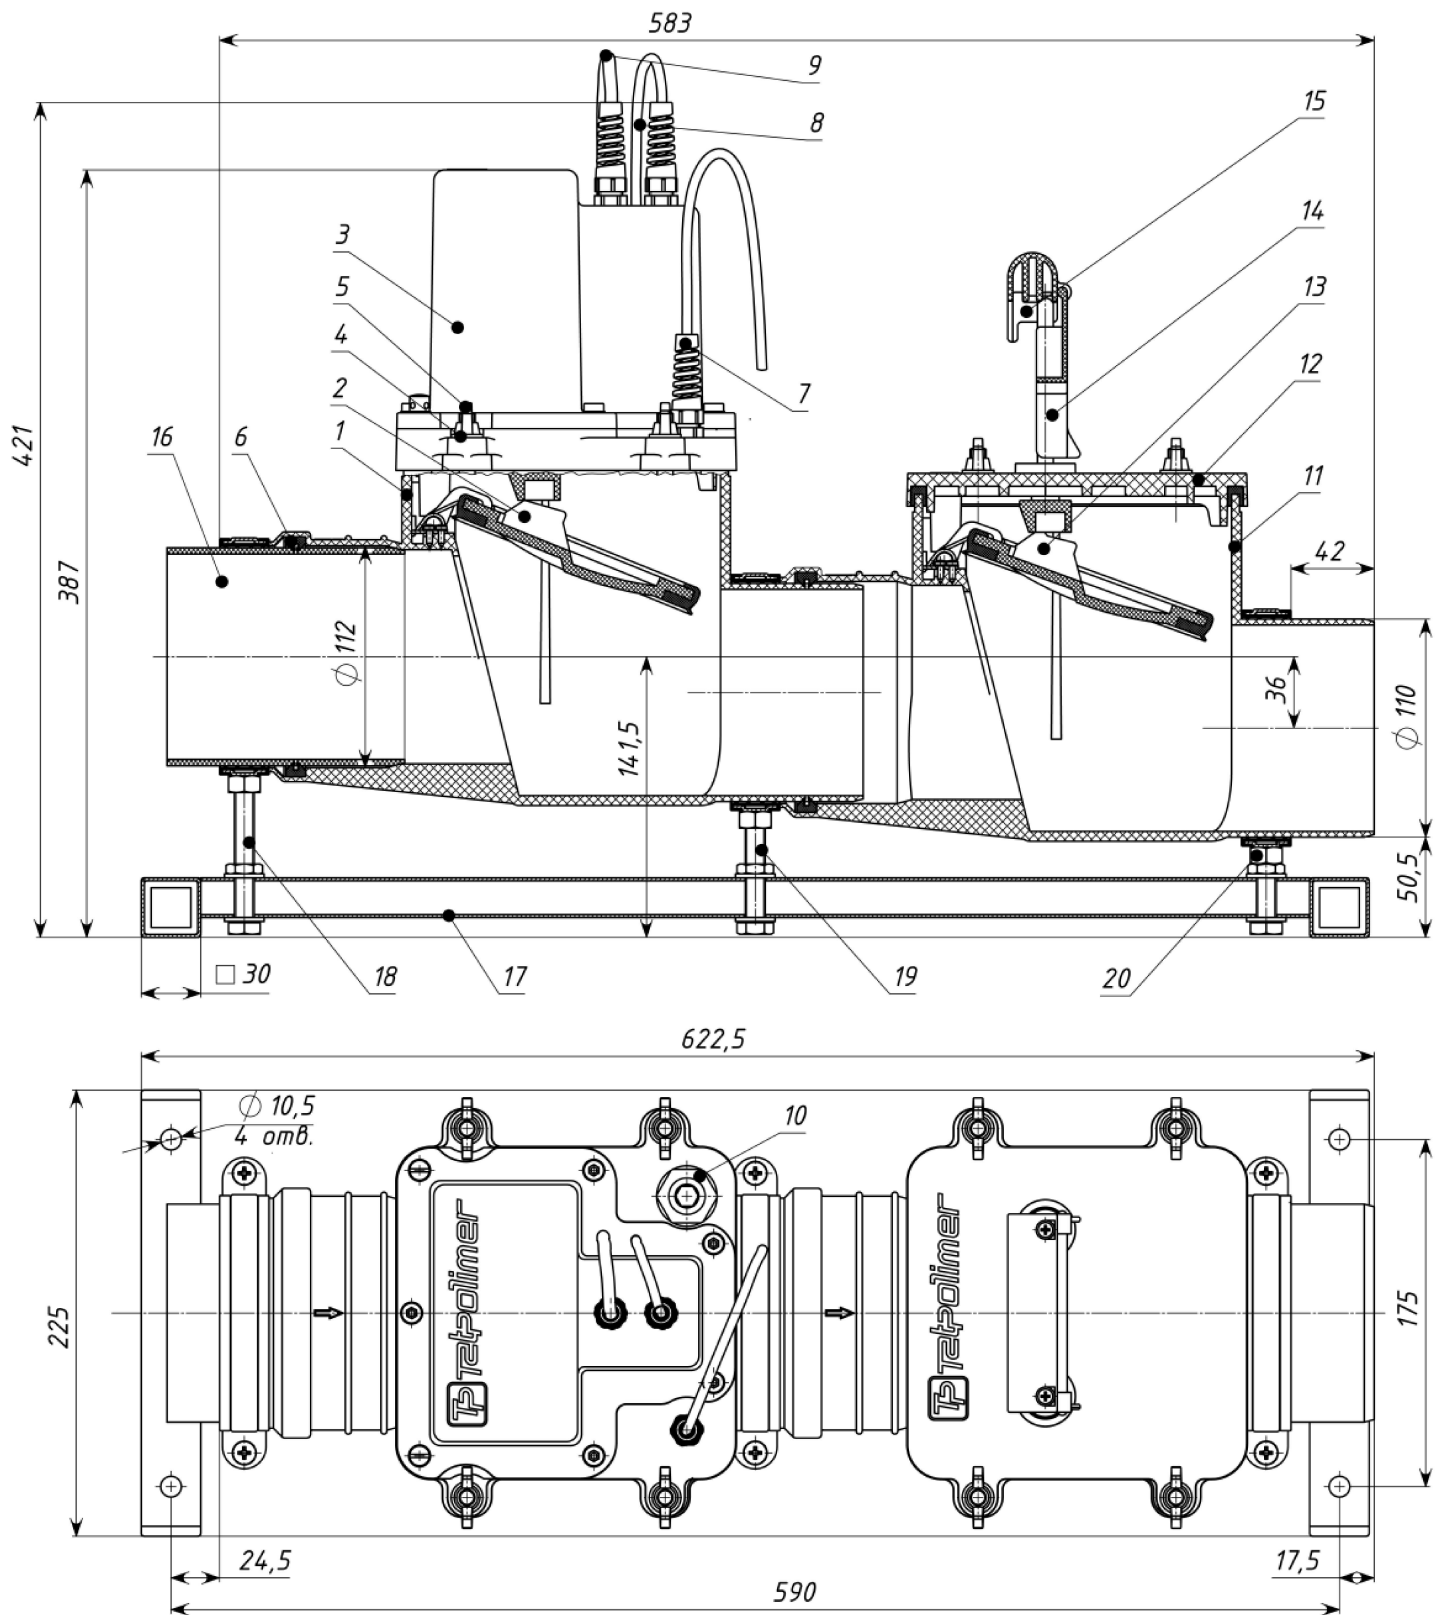
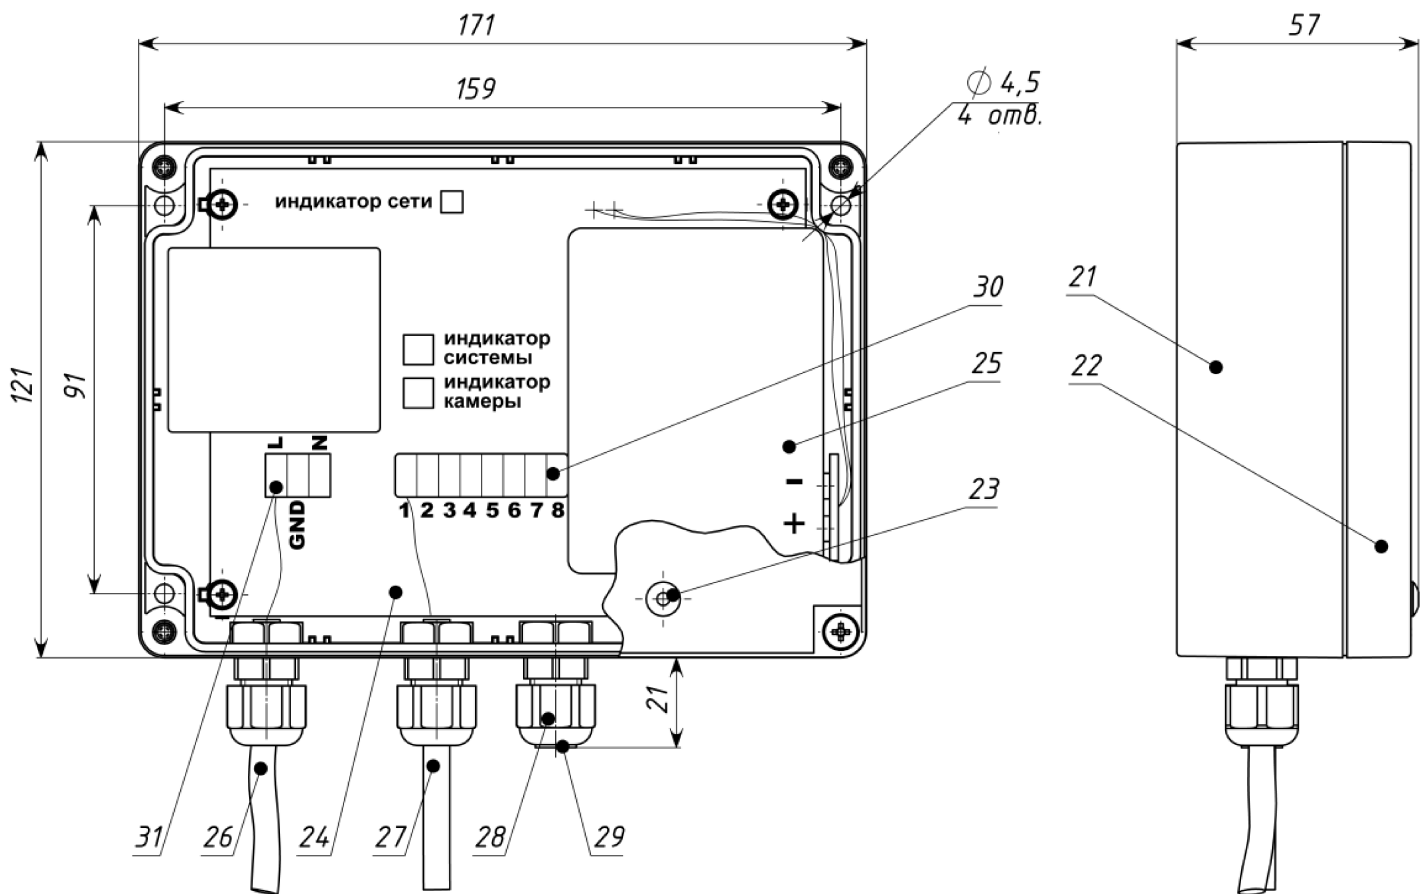
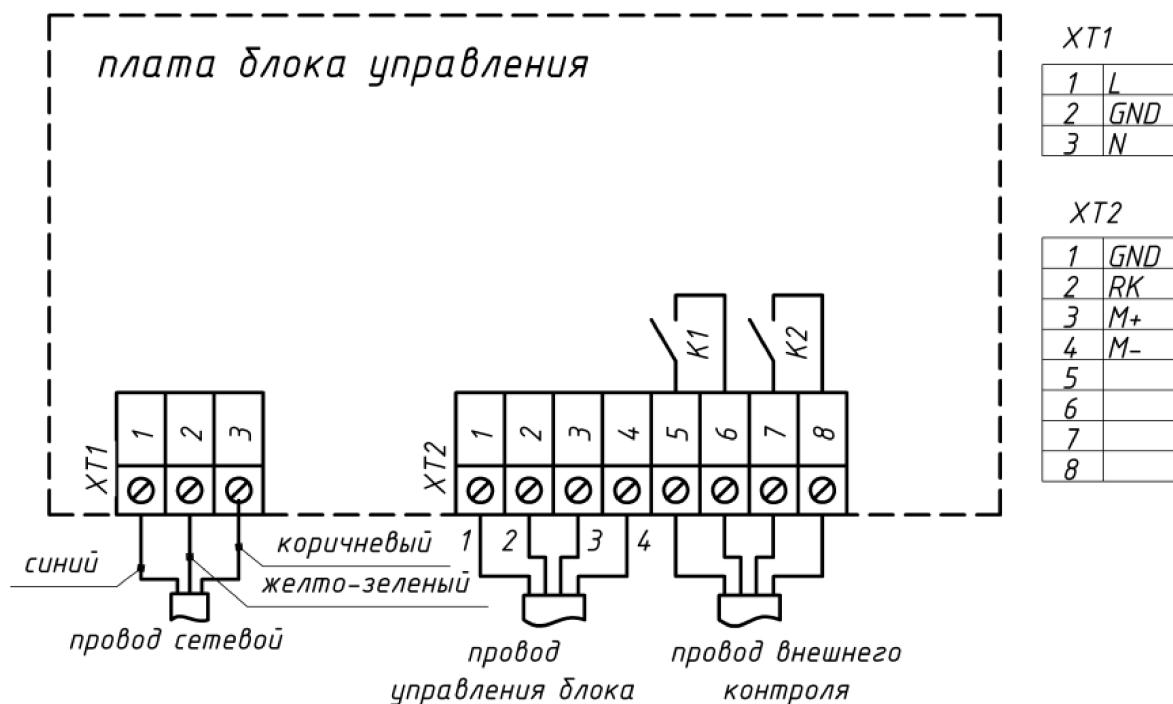

Рис. 1. Камеры на раме
Рис. 2. Блок управления
Рис. 3 Схема расположения контактов блока управления
Основные размеры приведены на рис. 1 и 2.
В состав камер затвора и рамы входят (рис. 1):
В состав блока управления входят (рис. 2):
Блок управления и камера с электроприводом электрически связаны между собой соединенными через разъем проводами 9 и 27 (рис. 1 и 2).
Система запирания затвора представляет собой две камеры, установленные последовательно и снабженные автоматическим электроприводом, а также ручным приводом с запирающими заслонками 2 и 13 (рис. 1). В **нормальном** режиме работы при отсутствии подтопления заслонки находятся в открытом положении. При этом на блоке управления (рис. 2) на индикаторе камеры сигналы отсутствуют, горят **зеленым** индикатор сети и системы. Контакты К1 и К2 (рис. 3) замкнуты.
Во время подтопления стоками выше 70% от внутреннего диаметра подающей трубы затвора, поступает сигнал с датчика 7 в блок управления. Микроконтроллер блока управления подает сигнал электроприводу на закрытие, заслонка 2 закрывается и перекрывает обратный ток стоков. На блоке управления при этом включается звуковой сигнал и загорается индикатор камеры сначала **синим** (обнаружение стоков), затем после закрытия – **красным** цветом (затвор закрыт). Контакты К1 (рис. 3) замкнуты, а контакты К2 разомкнуты.
В случае отключения электроэнергии устройство полностью сохраняет свою работоспособность в течение максимум 96 ч благодаря встроенному необслуживаемому аккумулятору. При этом на индикаторе сети сигнал отсутствует, индикатор системы горит **зеленым**, контакты К1 и К2 (рис. 3) разомкнуты. По мере разрядки аккумулятора на индикаторе системы (рис. 2) может периодически пульсировать или загораться **зеленый** цвет и подаваться звуковой сигнал.
Перед подсоединением затвора к канализационной магистрали нужно удалить транспортировочный патрубок 16 (рис. 1), отвернув для этого на длинном хомуте 18 два винта и снять верхнюю скобу хомута, затем подсоединить в место патрубка 16 канализационную трубу. После подсоединения затвора к канализационной трубе верхнюю скобу хомута 18 необходимо установить на место и надежно зафиксировать двумя винтами до плотного обжатия трубы. **Эксплуатация без закрепленной верхней скобы запрещена**, т.к. может привести к потере герметичности при подтоплении в результате смещения одной из камер затвора.
Для крепления блока предусмотрено 4 отверстия на корпусе 21 блока (рис. 2) диаметром 4,5 мм (крепеж в комплект поставки не входит). Провода 26 и 27 при установке блока на стене должны располагаться снизу. При монтаже необходимо учитывать, что длина провода сетевого – 3 м, а провода управления блока – 6 м.
1. Проверить от руки затяжку гаек-барашек 5 (рис. 1) электропривода 3 и крышки 12 (для удобства обслуживания, если необходимо, допускается замена гаек-барашек на гайки под ключ, входящие в комплект);
3. Проверить соединение розетки двухконтактного разъема провода 8 датчика привода (рис. 1) с вилкой датчика 7;
4. Проверить соединение вилки четырехконтактного разъема провода 9 управления привода (рис. 1) с розеткой провода 27 управления блока (рис. 2);
6. Вынуть аккумулятор 25 (рис. 2) из корпуса 21 блока и подключить двухконтактный разъем к ответной части провода питания на плате управления 24 (**строго соблюдать полярность при подключении**);
11. Дождаться зарядки аккумулятора в течении 6 ч (полная зарядка аккумулятора происходит в течение 48 ч, при этом на индикаторе системы (рис. 2) может периодически пульсировать или загораться **зеленый** цвет и подаваться звуковой сигнал);
1. Вынуть заглушку 23 крышки (рис. 2) на крышке 22 блока;
3. Дождаться когда на блоке управления загорится индикатор камеры **красным** цветом (затвор закрыт) и включится звуковой сигнал (контакты К1 и К2 (рис. 3) остаются в том же состоянии, что и до входа в тестовый режим);
4. Закрыть ручную заслонку 13 (рис. 1) освободив фиксатор 14 и опустив рукоятку толкателя 15 вниз до характерного щелчка;
2. Вынуть заглушку 23 крышки (рис. 2) на крышке 22 блока;
4. Дождаться когда на блоке управления загорится индикатор камеры **красным** цветом (затвор закрыт) и включится звуковой сигнал (контакты К1 (рис. 3) остаются в том же состоянии, что и до входа в тестовый режим, т.е. замкнуты, а К2 разомкнутся на время закрытого состояния затвора);
5. Дождаться когда произойдет опрос датчика, и при обязательном условии отсутствия подтопления, электропривод 3 (рис. 1) откроет заслонку 2, а звуковой сигнал прекратится (контакты К1 и К2 (рис. 3) остаются в рабочем замкнутом состоянии);
6. Установить на место заглушку 23 на крышке 22 блока (рис. 2).
2. Отвернуть гайку с защитой от перегиба на датчике 7 (рис. 1) и вынуть датчик из посадочного места;
3. Вынуть заглушку крышки 23 (рис. 2) на крышке 22 блока;
5. Дождаться когда на блоке управления загорится индикатор камеры **красным** цветом (затвор закрыт) и включится звуковой сигнал (контакты К1 и К2 (рис. 3) разомкнуты);
6. Дождаться когда произойдет опрос датчика, и при обязательном условии отсутствия подтопления, электропривод 3 (рис. 1) откроет заслонку 2, а звуковой сигнал прекратится (контакты К1 и К2 (рис. 3) разомкнуты)
9. Установить на место заглушку 23 (рис. 2) на крышке блока 22;
10. Подключить блок управления к сети, вставив вилку провода сетевого в розетку 220 В (контакты К1 и К2 (рис. 3) замкнуты);
3. Дождаться когда на блоке управления загорится индикатор камеры **красным** цветом (затвор закрыт) и включится звуковой сигнал (контакты К1 и К2 (рис. 3) остаются в том же состоянии, что и до входа в тестовый режим).